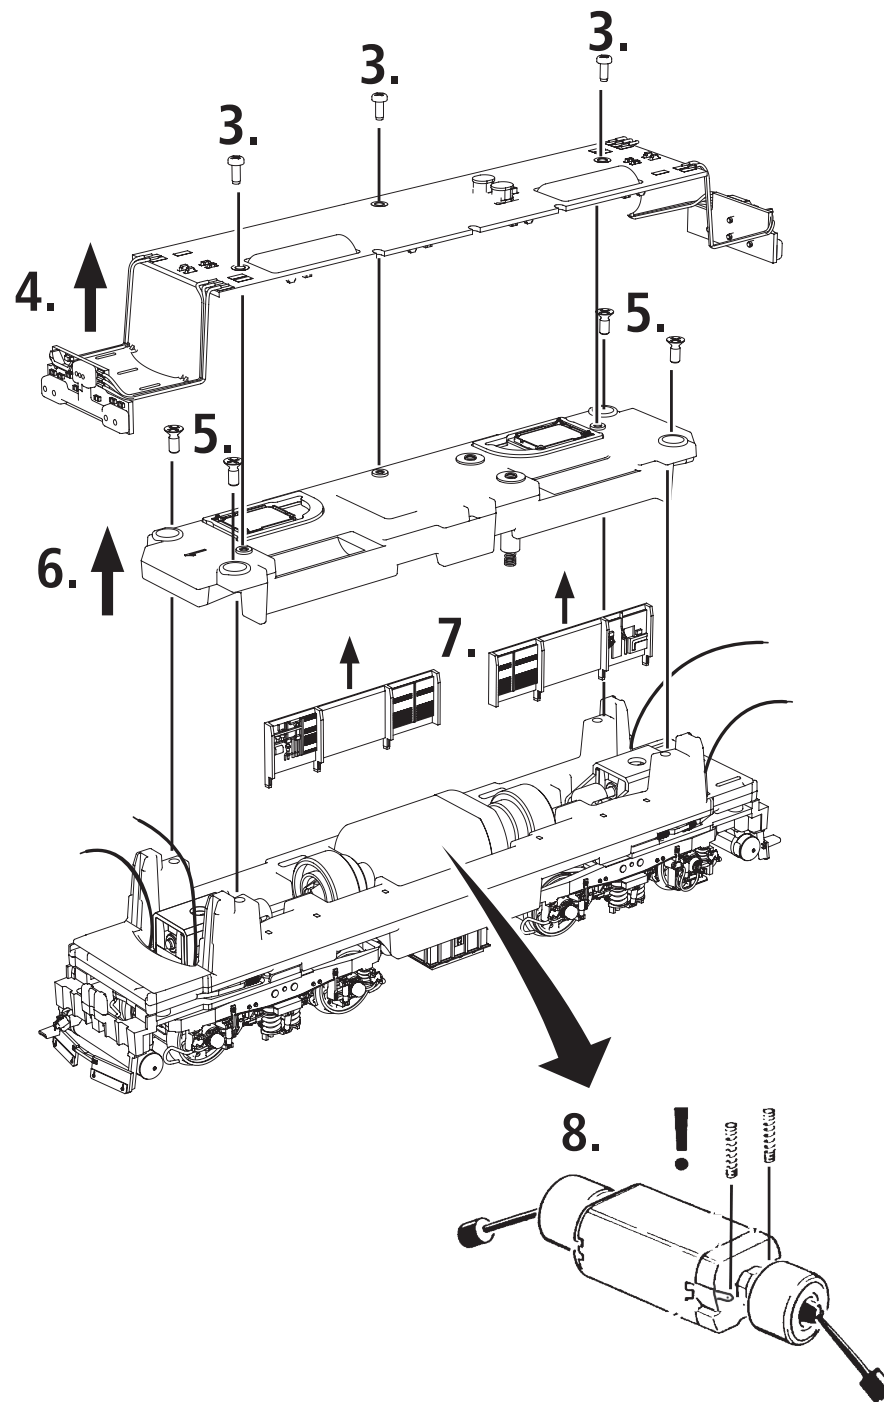

Fig. 1
**Unwrap model:** Take out the model cautiously with foil (fig. 1).
**Déballage du modèle:** Veuillez sortir le modèle de son emballage avec précaution et à l'aide du film transparent (fig. 1).